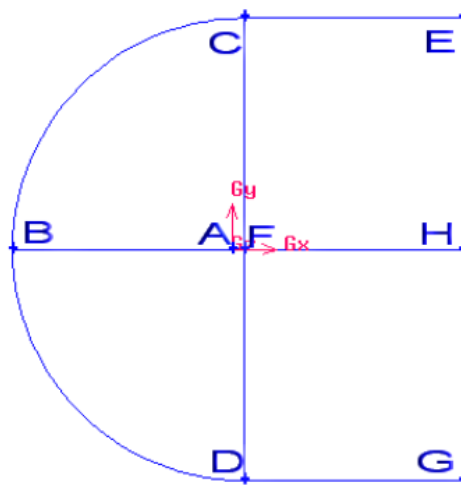

FIGURE 5 – Points définissant les patches du domaine de calcul
Le maillage proposé est un maillage structuré en C-H, composé de mailles quadrangulaires. Le domaine fluide est schématisé en figure 5, où le profil s’étend des points A (bord d’attaque) à F (bord de fuite). Les quadrilatères ABCF, ABDF, FHGD, FCEH sont les “patches” supports pour obtenir un maillage structuré.
- Cliquer approximativement sur le tour au niveau des points B, C, D, H de la Fig. 5;